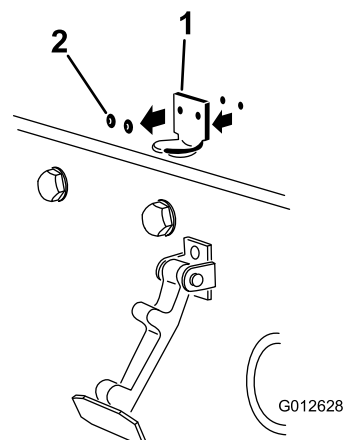

Рисунок 23
2. Удалите две заклепки, крепящие кронштейн защелки капота к капоту (Рисунок 23).
Примечание: Стопорный кронштейн должен быть прижат к капоту (Рисунок 23). Не снимайте болт с гайкой в сборе с рычага стопорного кронштейна.